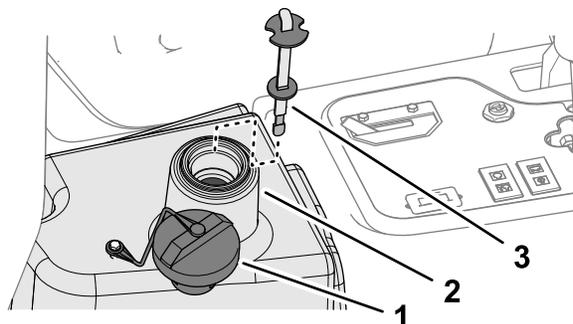

Figura 88
2. Limpe a zona em redor do tubo de enchimento e da tampa do depósito hidráulico (Figura 88) e retire a tampa.